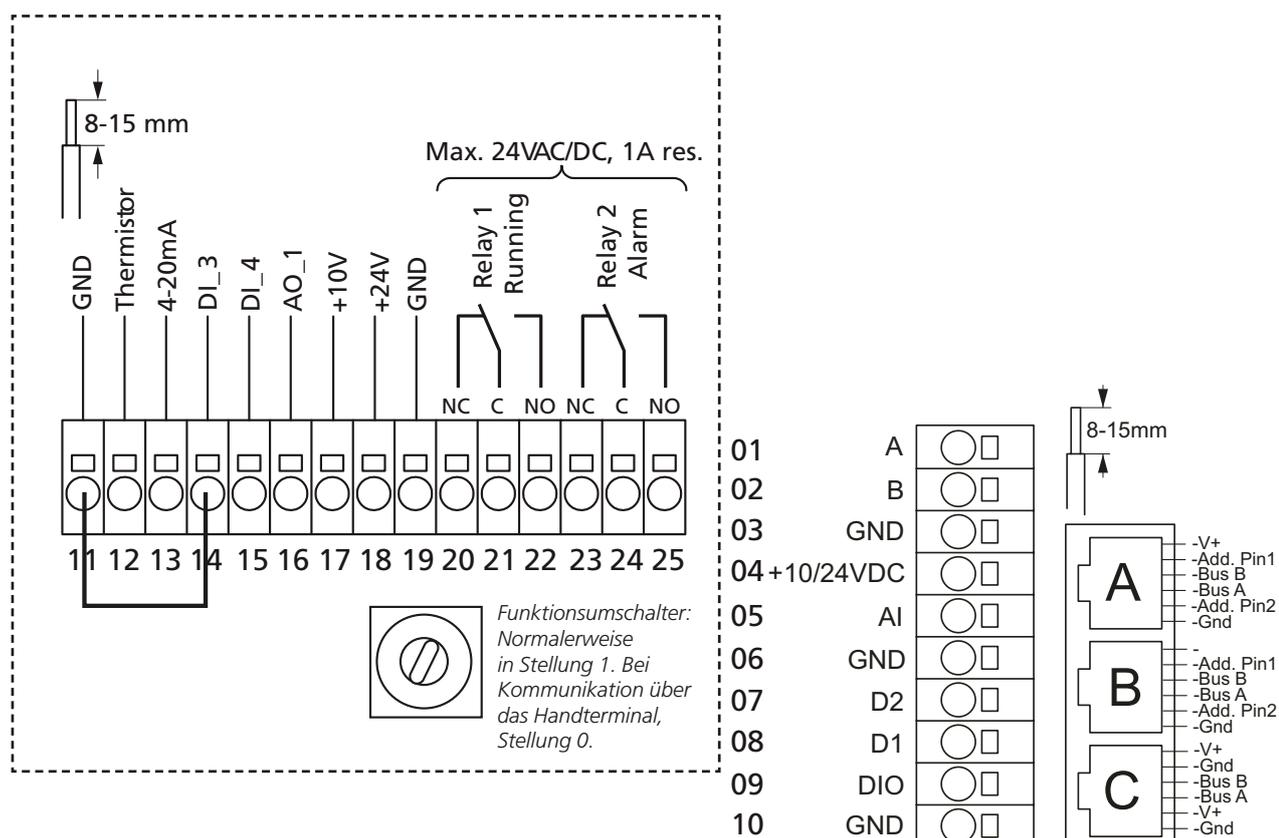

Abb. 1. Klemmen in der Motorsteuerung
Die Motorsteuerung ist mit einem Digitaleingang für den Alarmreset ausgestattet. Der Alarmausgang wird durch Kurzschließen der Klemmen 06 (GND) und 07 (D ein2) resettet (siehe Abb. 1). Der Alarmausgang kann auch resettet werden, indem die Spannung für die Motorsteuerung mehr als 60 Sekunden lang abgeschaltet wird.
- Das 0–10-V-DC-Steuersignal von einem externen Regler an die Klemmen 05 (0–10 V ein) und 03 (GND) anschließen (siehe Abb. 1).
- Das Steuerpotenziometer wird an die Klemmen 04 (+10 Vdc), 05 (0–10 V ein) und 03 (GND) angeschlossen (siehe Abb. 1).
- Das Start- und Stoppsignal wird an die Klemmen 10 (GND) und 08 (D ein1) angeschlossen (siehe Abb. 1). Dabei muss es sich um einen potenzialfreien digitalen Kontakt handeln.
- Das Brandlagensignal wird an der Motorsteuerung an die Klemmen 11 (GND) und 14 (Dig. ein3) angeschlossen (siehe Abb. 1). Dabei muss es sich um einen potenzialfreien digitalen Kontakt handeln.
- Das Alarmreset-Signal wird an der Motorsteuerung an die Klemmen 06 (GND) und 07 (D ein2) angeschlossen (siehe Abb. 1). Dabei muss es sich um einen potenzialfreien digitalen Kontakt handeln.
- Die Betriebsanzeige wird an die Klemmen 16 (0–10 V aus) und 19 (GND) angeschlossen (siehe Abb. 1).
- Das Betriebssignal ist mit „R1“ gekennzeichnet und wird an die Klemmen 20 (NC), 21 (C) und 22 (NO) angeschlossen (siehe Abb. 1).
- Das Alarmsignal ist mit „R2“ gekennzeichnet und wird an die Klemmen 23 (NC), 24 (C) und 25 (NO) angeschlossen (siehe Abb. 1).